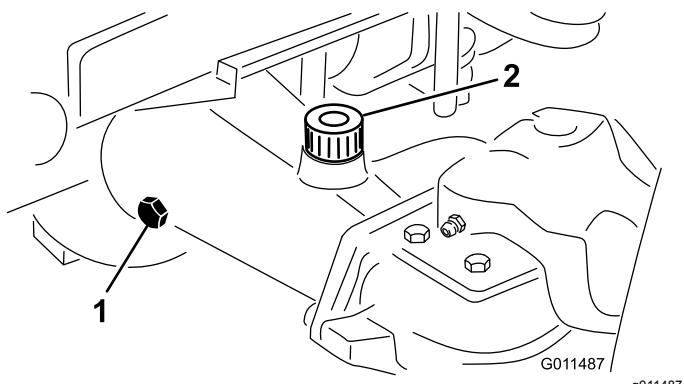

Figura 17
2. Togliete il tappo di controllo da un'estremità del ponte e verificate che il lubrificante raggiunga la base del foro (Figura 17).